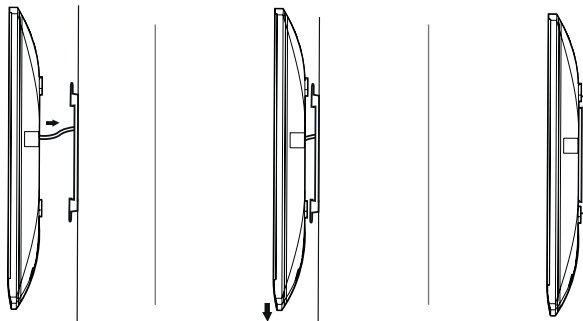

Fig. 7
11	Connecteurs moniteur(s), gâche électrique et motorisation de portail (détails voir Fig7)
- **Fig7** : 1 famille – 1 moniteur